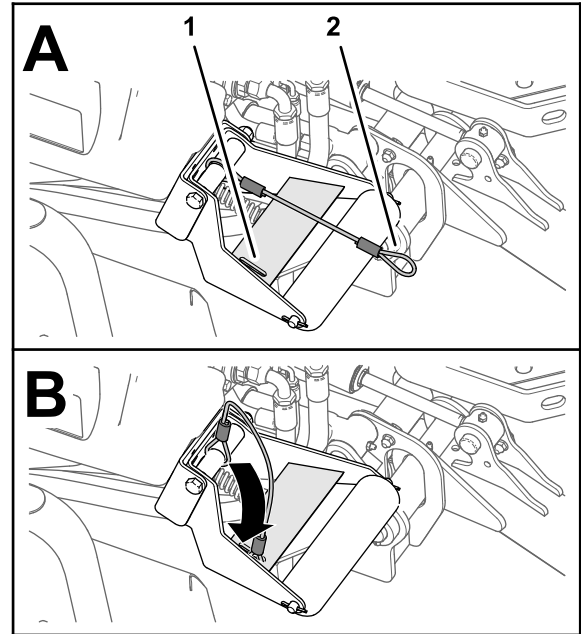

Figura 34
4. Con las unidades de corte bajadas, deslice el bucle del amarre en la ranura de la placa de refuerzo del soporte del rodillo (**Figura 34**).